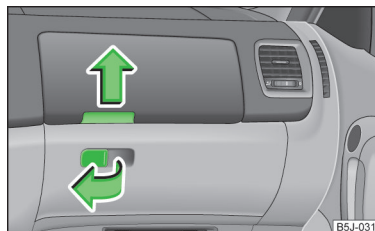

Abb. 81
- Den Griff der Klappe in Pfeilrichtung ziehen » Abb. 81 und die Klappe herunterklappen.